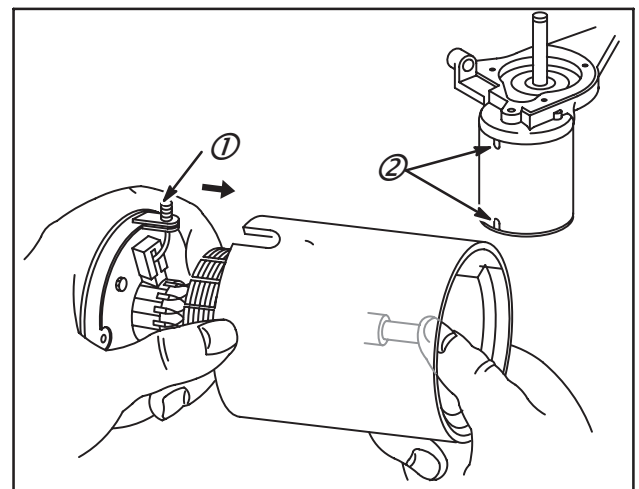

Fig. 38
4. Soutenir l'axe du rotor et le glisser doucement dans le boîtier de démarreur, comme indiqué à la Fig. 38.
5. Introduire la borne isolante en plastique (1) (System 3®, 4®) dans le corps de démarreur.
7. Les encoches du porte-balais, du corps et du couvercle doivent être alignées (2), Fig. 38.